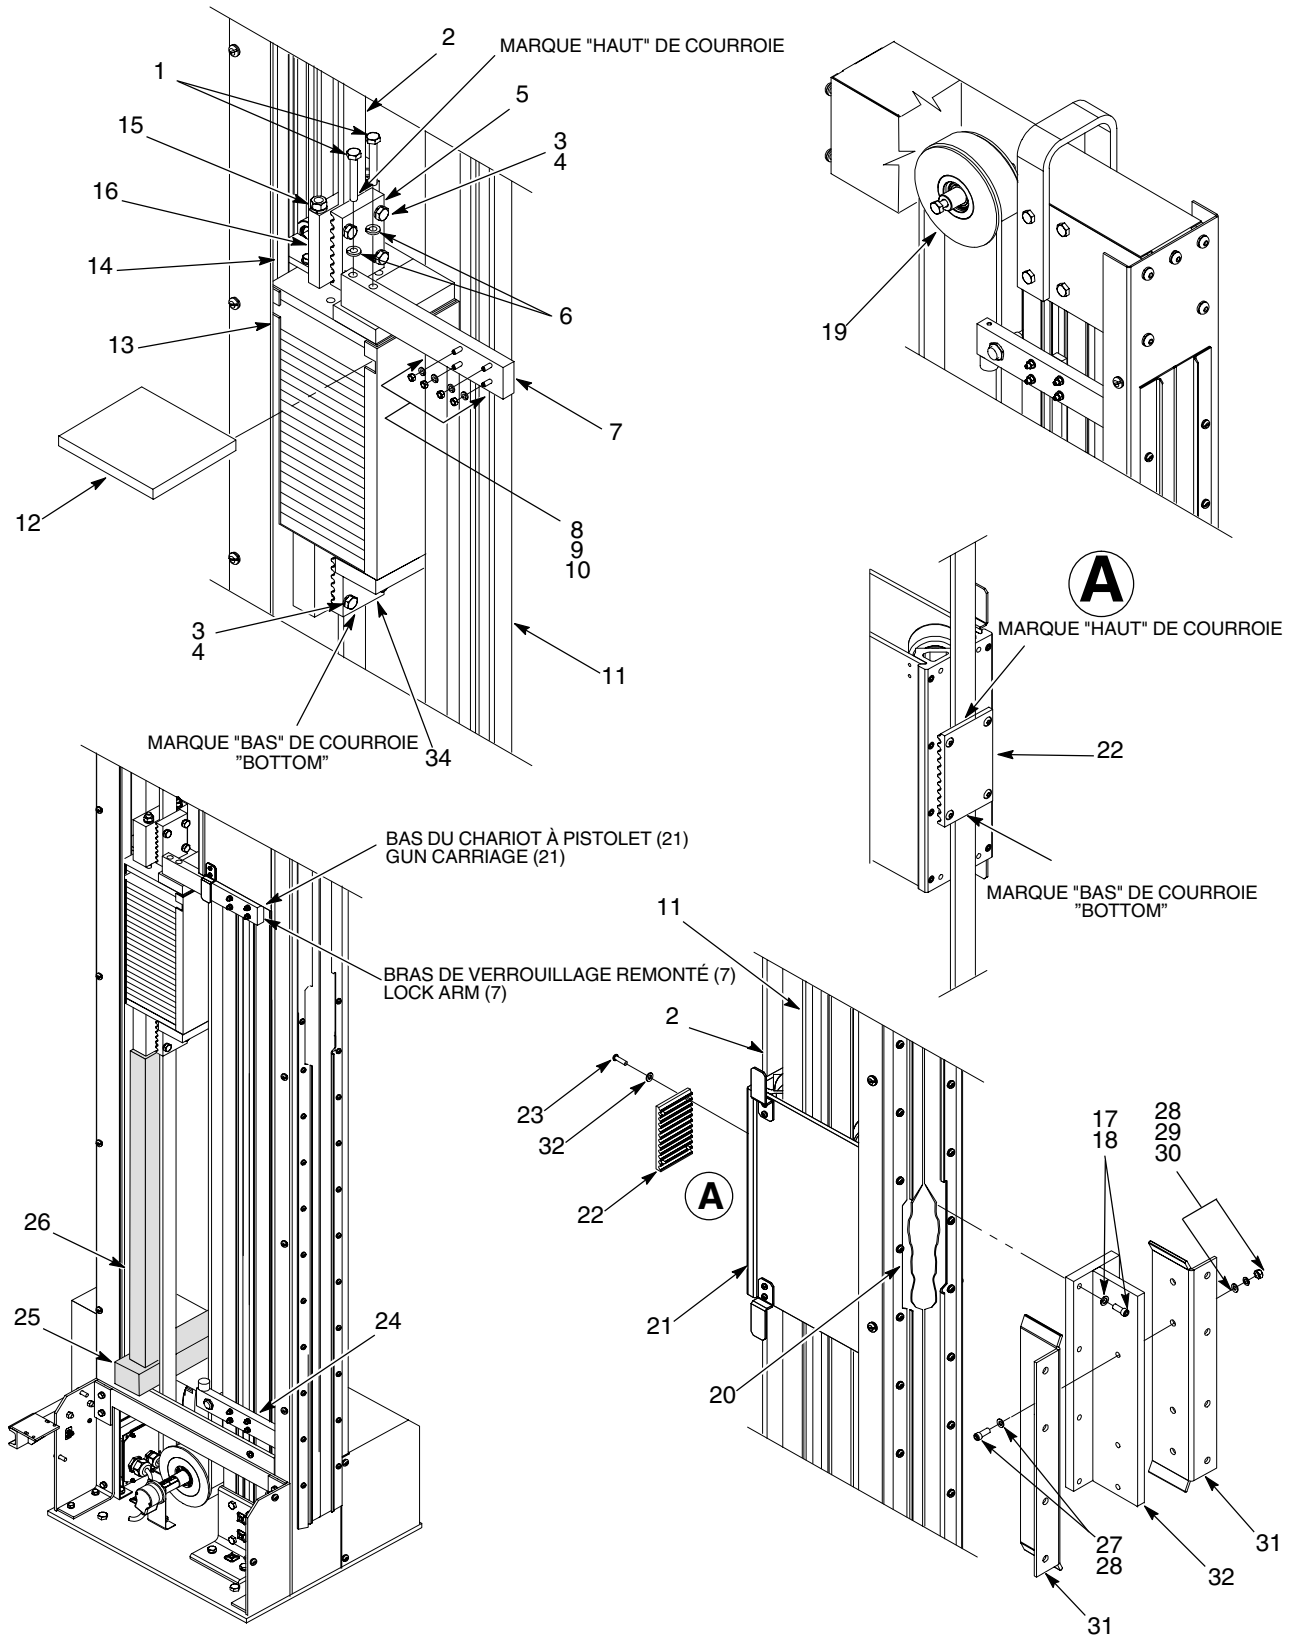

Fig. 14 Montage du support du chariot à pistolet
4. Retirer les pistolets et le support de pistolet de leur plaque de montage (18).
5. Noter le nombre de contrepoids (8) et les retirer de leur cage (7).
6. Voir la figure 14. Après avoir retiré tous les pistolets, supports de pistolet et contrepoids, effectuer les opérations suivantes :
- a. Desserrer les écrous (9) du bras de verrouillage (7) jusqu'à pouvoir tourner les boulons pour rainure en T (8) de 90 degrés et les sortir des fentes dans la piste du chariot (11). Retirer les vis (1) et les rondelles freins (6) qui fixent le bras de verrouillage du chariot (7) au dessus de la cage à contrepoids (13). Retirer le bras de verrouillage (7).
- b. Déplacer manuellement le chariot à pistolet (21) par la came (20) dans l'élément de retenue du joint à lèvres.
7. Retirer les boulons latéraux (27), les rondelles frein (29), les rondelles (28) et les écrous (30) qui fixent les plaques de montage des pistolets (31) au bloc de montage (32).
8. Retirer les vis (17) et les rondelles freins (18) qui fixent le bloc de montage (32) à l'avant du chariot à pistolet (21).